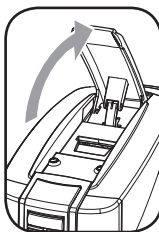

Fig.1
- 2- Sollevare la leva di apertura del vano porta capsule (Fig.1).